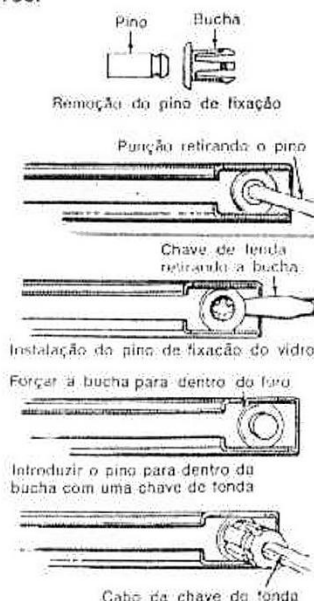

fig. 9 — fixação do vidro da janela traseira
1. Colocar na porta, o vidro e sua moldura inferior. Instalar dois pinos de fixação da moldura ao vidro (fig. 9). Instalar o pino central até ficar rente à flange da bucha.
2. Retirar os pinos de fixação dianteiro e traseiro do vidro, empurrando o pino central com um pequeno punção (fig. 9). Segurar o vidro e retirar a bucha do vidro e da sua moldura inferior, com uma chave de fenda, por trás da flange da bucha.